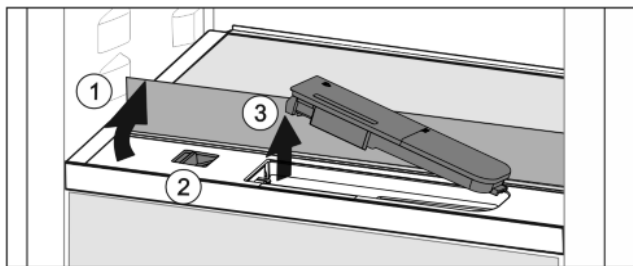

Fig. 38
- ▶ Podnieść płytę szklaną i złożyć ją z powrotem, aż do oporu Fig. 38 (1).
- ▶ Przesunąć suwak Fig. 38 (2) w lewo.
- ▶ Wyjmowanie zbiornika wody Fig. 38 (3).